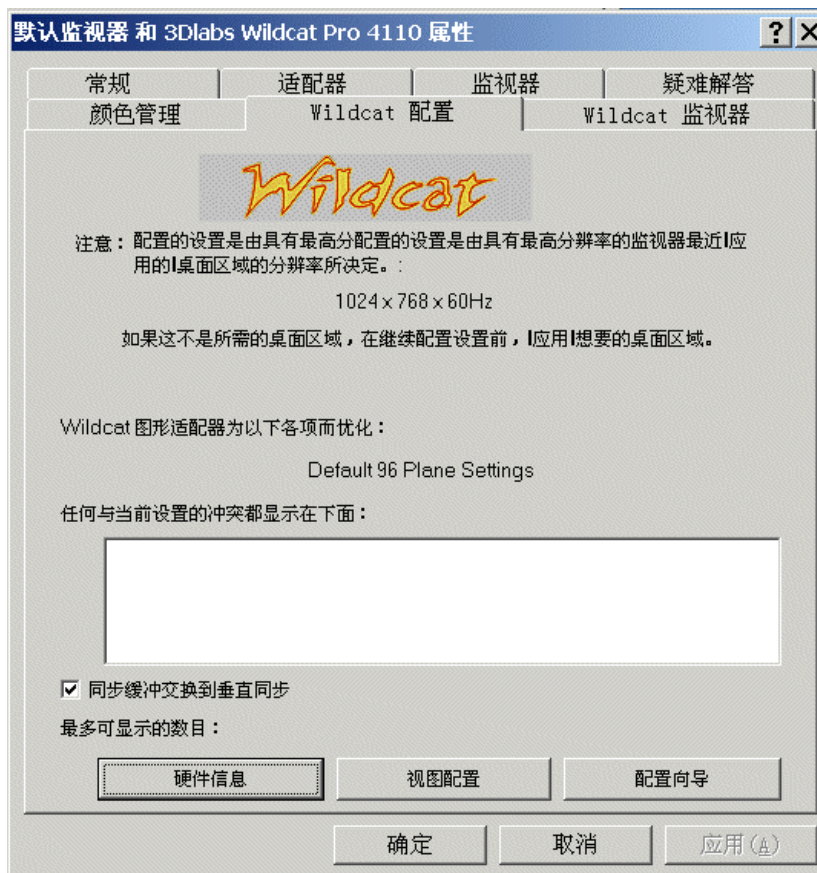

图 6. “3Dlabs 配置”选项卡
3. 从操作系统的“开始”菜单，转到“设置”/“控制面板”/“显示”。在 Windows NT 4.0 中如果没有显示“3Dlabs 配置”选项卡，则单击它。在 Windows 2000 中进行同样的操作。然后单击“设置”选项卡，再单击“高级”。如果没有显示“3Dlabs 配置”选项卡，则单击它。（见图 6）